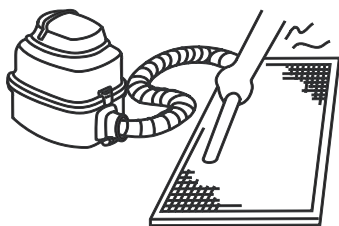

Figura 42
- a. El lado de la entrada de aire debe mirar hacia arriba cuando se utiliza una aspiradora. (Consulte la Figura 42)